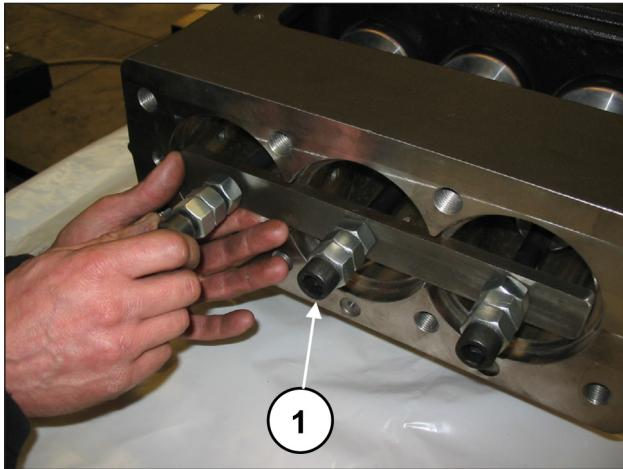
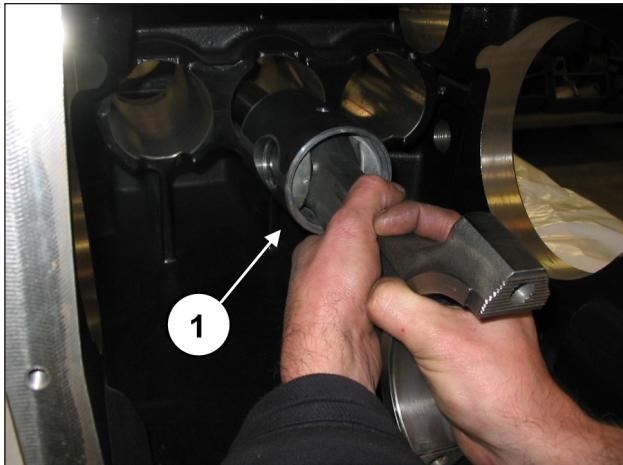

图 40
图 41
拧松工具（代码 27566200）的螺栓以松开连杆（位置①，图 40），接着从泵壳后方开口处抽出连杆/柱塞导承组件（位置①，图 41）。
确保曲轴箱已彻底清洁后，将半连杆/活塞导承组件插入曲轴箱管内（①，图 41）。
锁定三个组件，可利用编号为 27566200 的专用工具（①，图 40）。
取出连杆锁紧工具（代码27566200）（位置①，图 40），向后滑动连杆，直到它们与曲轴接触。